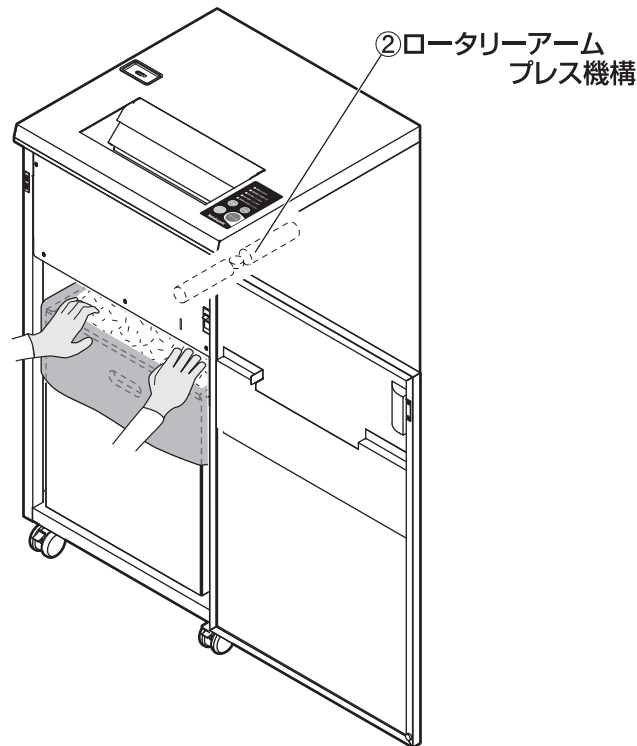

図7 細断紙片の押し下げ
1. 扉⑧を開けて電源スイッチ①の下側を押して電源を切ってください。
2. チップボックス⑬上部の細断紙片を、手で押し下げてください。 **図7 参照**
3. チップボックス⑬を引き出し、細断紙片を処理してください。 **P12『細断紙片の処理方法』参照**
4. 電源スイッチ①の上側を押して電源を入れて、扉⑧を閉めてください。